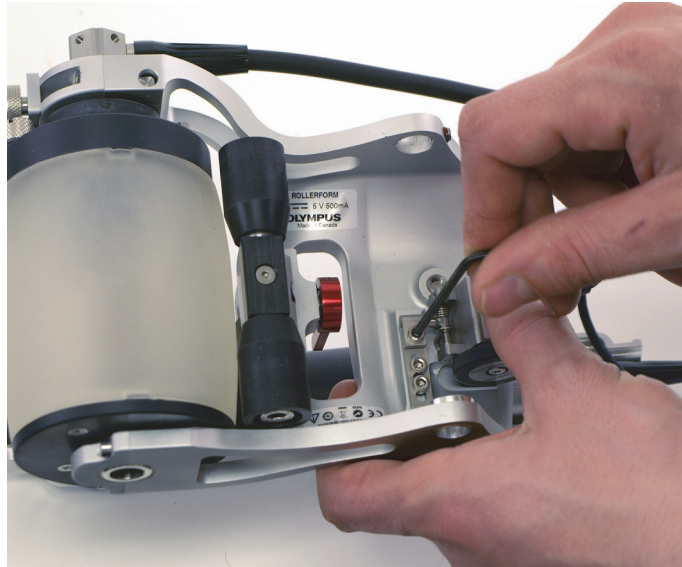

Figura 6-36 Soltar o parafuso de retenção do codificador
4. Afrouxe o parafuso de retenção do codificador Mini-Wheel (Figura 6-36 na página 117).